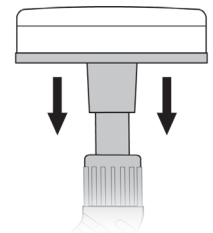

FIGURE 7
1. Placez le Outil de récurage sur l'extrémité de la Buse directrice, puis appuyez fermement pour le pousser aussi loin que possible sur la Buse directrice (FIGURE 7). Vous éviterez ainsi les fuites de vapeur.